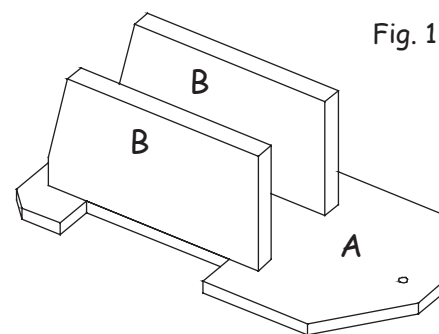

Fig. 1
Coupe les 2 pièces (B) dans le contreplaqué (215 / 60 / 10 mm) et colle-les sur la plateforme (A) (Fig. 1).